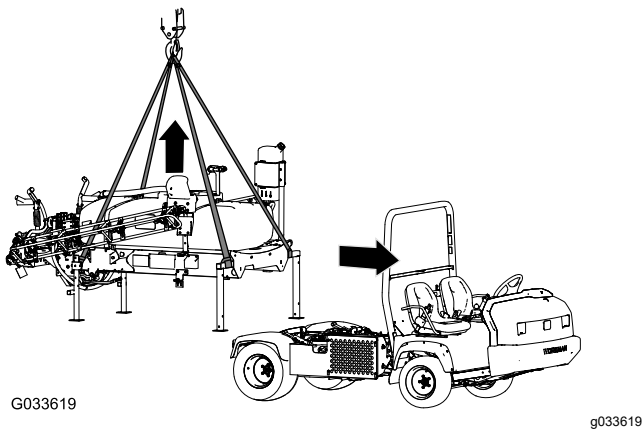

Figura 102
1. Baje los brazos a un ángulo de 45° aproximadamente y gírelos hacia delante (Figura 102).
5. Conecte el equipo de izado a los tubos horizontales de las patas de apoyo delanteras y al poste vertical de las patas de apoyo traseras (Figura 102).
7. Eleve el patín del depósito de la máquina lo suficiente para extraer el patín de la máquina (Figura 102).